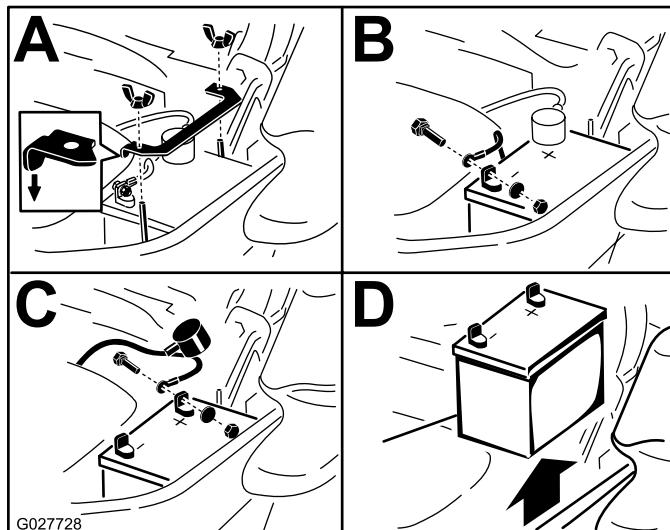

Bild 51
3. Klemmen Sie zunächst das Minuskabel (schwarz) vom Minuspol (-) (schwarz) der Batterie ab (Bild 51).
4. Schieben Sie die rote Polkappe vom Pluspol (rot) der Batterie ab, und klemmen Sie das Pluskabel (+) (rot) ab (Bild 51).
5. Nehmen Sie die Flügelmutter ab, mit denen die Batterieklemme befestigt ist (Bild 51).
6. Nehmen Sie die Klemme ab (Bild 51).
1. Legen Sie die Batterie in den Ständer, sodass die Klemmen auf der anderen Seite des Hydraulikbehälters sind (Bild 51).
4. Befestigen Sie die Kabel mit zwei Schrauben, zwei Scheiben und zwei Sicherungsmuttern (Bild 51).
6. Setzen Sie die Klemme auf und befestigen Sie sie mit der Flügelmutter (Bild 51).